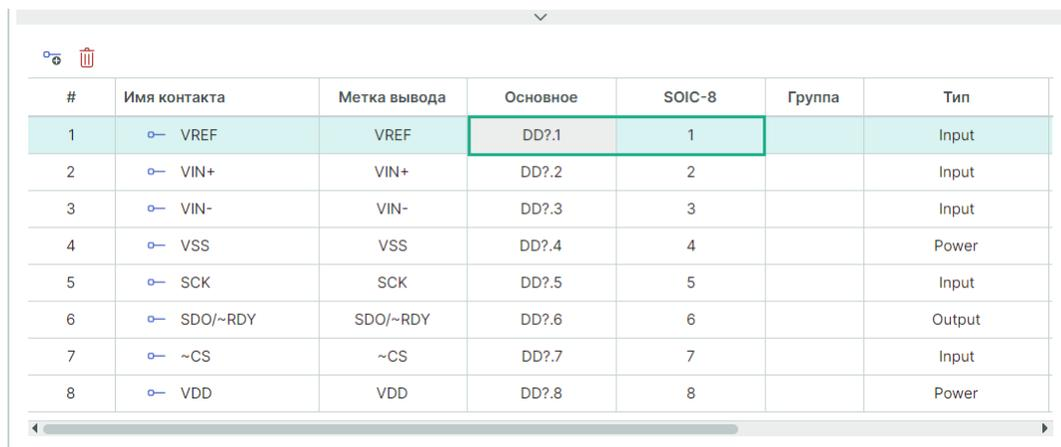

Рис. 283 Результат сопоставления в таблице контактов
3. В таблице контактов отображается сопоставление в выбранном контакте, см. Рис. 283.